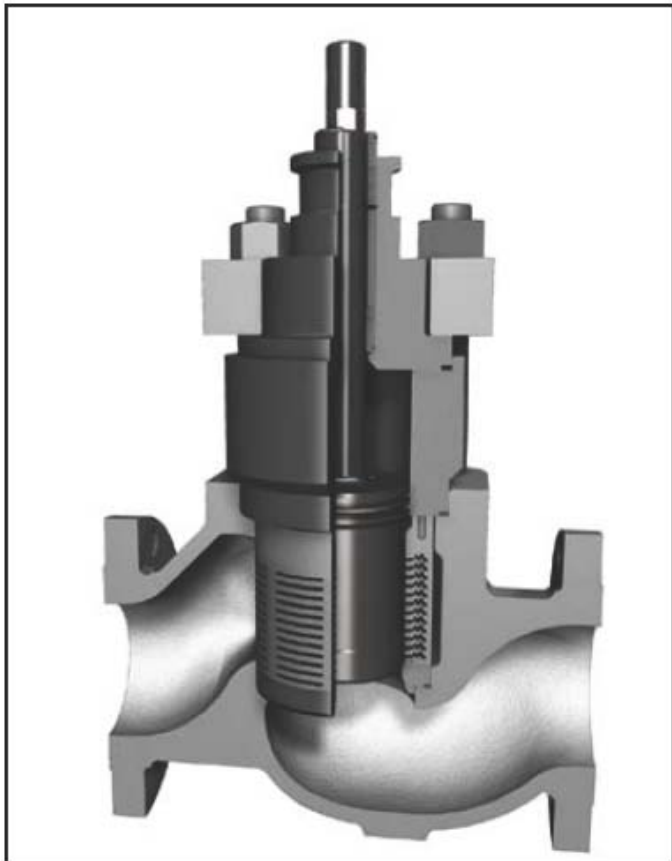

Рисунок 10.
8.5.1. В отличие от стандартного клапана Марки 1 конструкции TigerTooth стандартный фиксатор заменен сварным или шарнирным дисковым фиксатором, см. рис. 10. Некоторые детали, включая затвор, седло и крышку, отличаются размерами от стандартной конструкции Марки 1. Сборка и разборка клапана производятся в соответствии со стандартными процедурами.